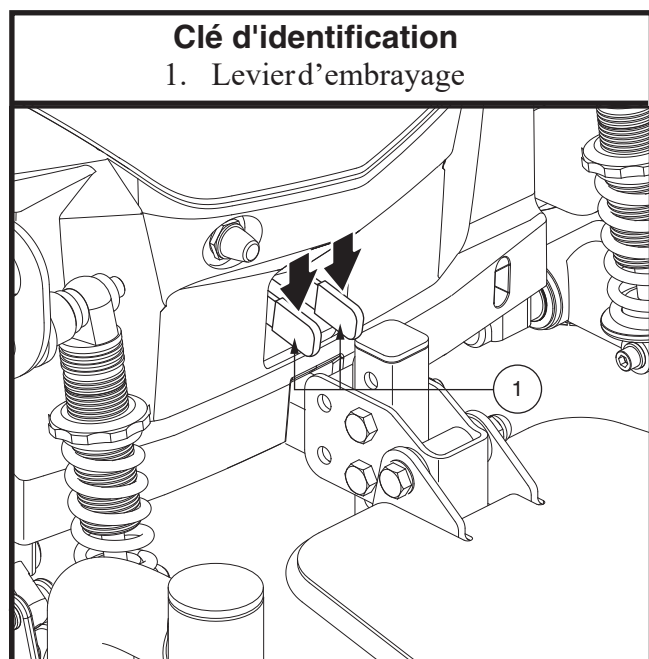

Figure 4. Mode de traction (embrayé)
2. Tirez les deux leviers vers le haut pour embrayer les moteurs. Voir la figure 4.
Voir la figure 4.